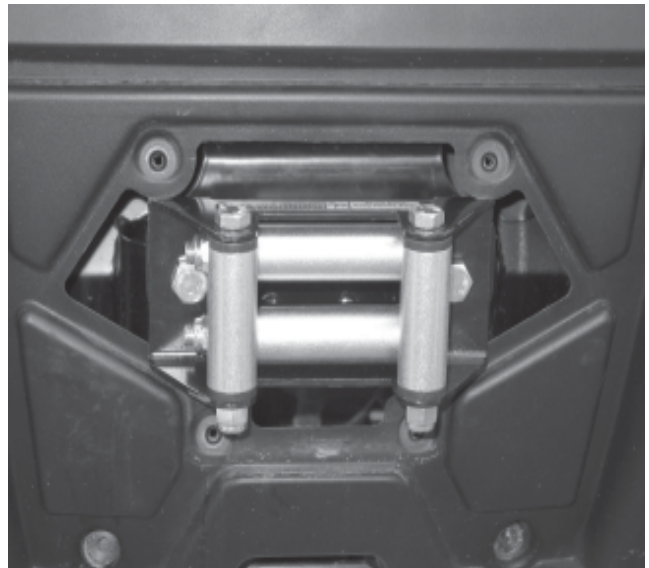

Figure 7
9. Si le guide-câble à rouleaux entre en contact avec le pare-chocs avant, espacez le guide-câble en plaçant une rondelle entre le guide-câble et le support, ou en coupant une partie du plastique du pare-chocs pour régler ce problème d'ajustement, voir les Figures 7 et 8.